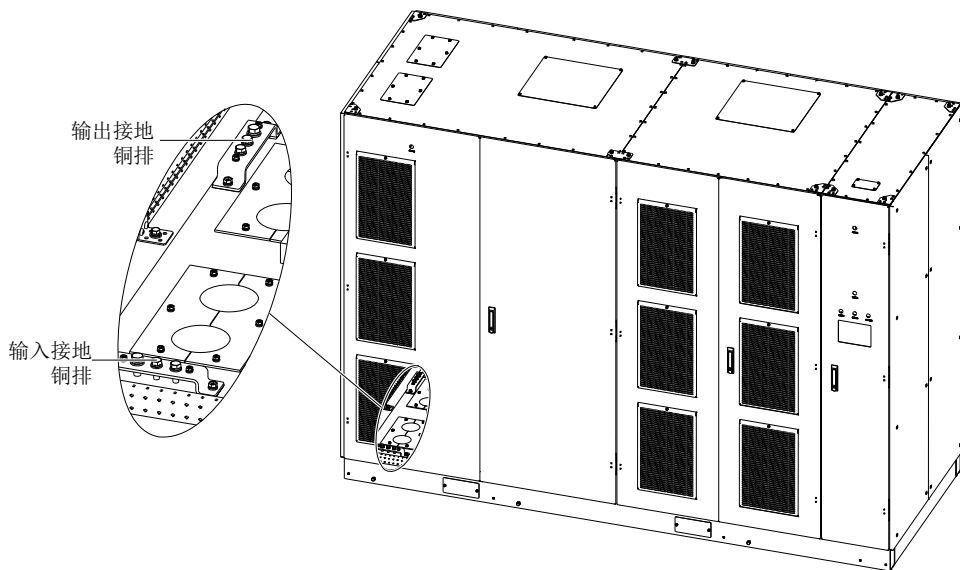
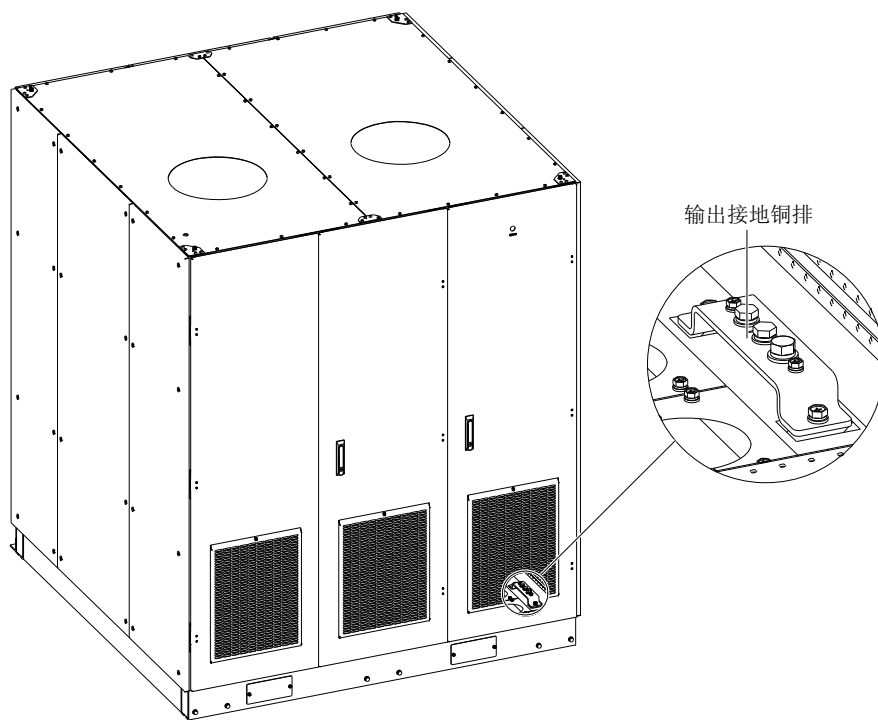

图3-8 典型变频器输入输出接地铜排
图3-9 一体化变频器输入输出接地铜排
1. 将输入高压电缆的屏蔽层连接至变压器柜的输入接地铜排，位置见图 3-8、图 3-9。
2. 将输出高压电缆的屏蔽层连接至变压器柜的输出接地铜排，位置见图 3-8、3-9。
2. 将输入高压电缆的屏蔽层连接至输入接地铜排，位置见图 3-8。
3. 将输出高压电缆的屏蔽层连接至输出接地铜排，位置见图 3-8、3-9。